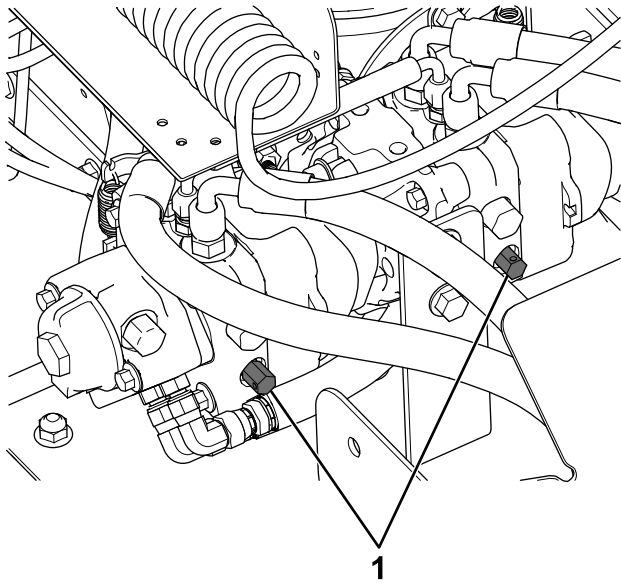

Figure 27
1. Ouvrez les vannes de dérivation sur la pompe hydraulique en les tournant dans le sens antihoraire d'un demi tour (Figure 27).